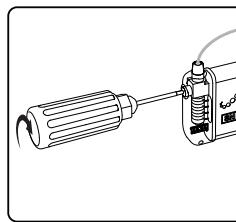

Figura 6: Asegure el electrodo apretando el tornillo de fijación en el sentido de las agujas del reloj sobre el manguito de retención.
- 5. Inserte por completo la llave dinamométrica en el orificio del bloque del conector del neuroestimulador. Apriete el tornillo de fijación girando la llave dinamométrica en el sentido de las agujas del reloj hasta que haga un clic (**Figura 6**).